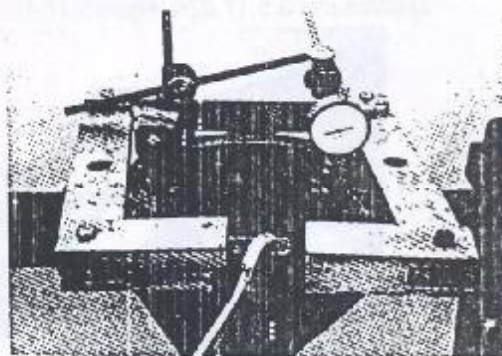

Figura 5.17.2 - Expansão da carcaça.
- a) Posicionar um micrômetro de dial na carcaça do eixo, de modo a controlar a expansão da carcaça (Figura 5.17.2).
- b) Posicionar a ferramenta G.5.17.01A na carcaça e, atuando no parafuso da mesma, expandir a carcaça até que o conjunto diferencial possa ser removido com duas espátulas (Figura 5.17.2); não expandir a carcaça mais do que 0,35 mm.